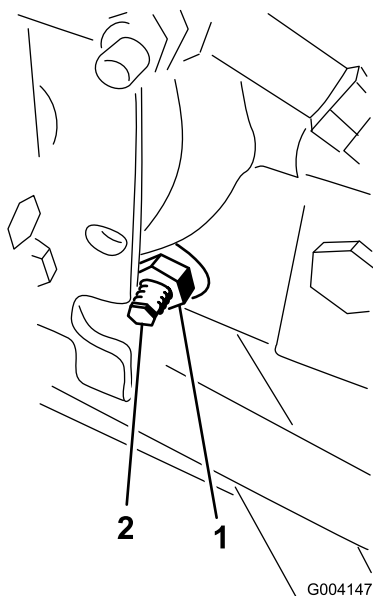

図 69
4. ハイドロスタットの右側にあるトラクション調整カムのロックナットをゆるめる（図 69）。